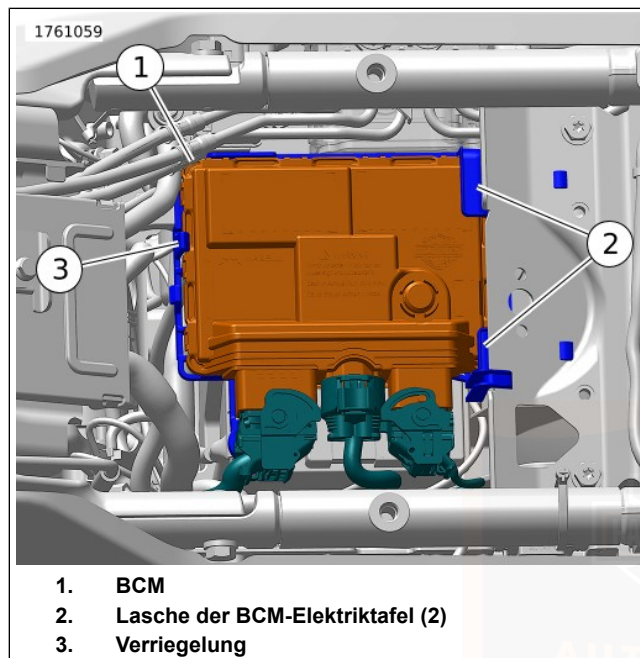

Abbildung 135. Ausbau/Einbau des BCM
- 4. Die Steckverbinder (2) der beheizten Ausrüstung von der oberen Elektrizitätsplatte (1) entfernen.
- 5. Die Verriegelung (5) leicht nach hinten drücken und die Vorderseite der oberen Elektrizitätsplatte anheben. Die obere Elektrizitätsplatte nach vorne schieben, um sie von der Lasche (3) der BCM-Elektrizitätsplatte zu lösen.
7. Siehe Abbildung 135. Die Verriegelung (3) leicht nach vorne drücken und die Vorderseite des BCM (1) anheben. Das BCM nach vorne schieben, um es von den Laschen (2) der BCM-Elektrihtafel zu lösen.
9. Siehe Abbildung 135. Das BCM (1) in die Position oben auf der BCM-Elektriktafel absenken. Das BCM nach hinten unter die hinteren Laschen (2) der BCM-Elektriktafel schieben.
10. Die Vorderseite des BCM nach unten drücken, bis die Verriegelung (3) einrastet.